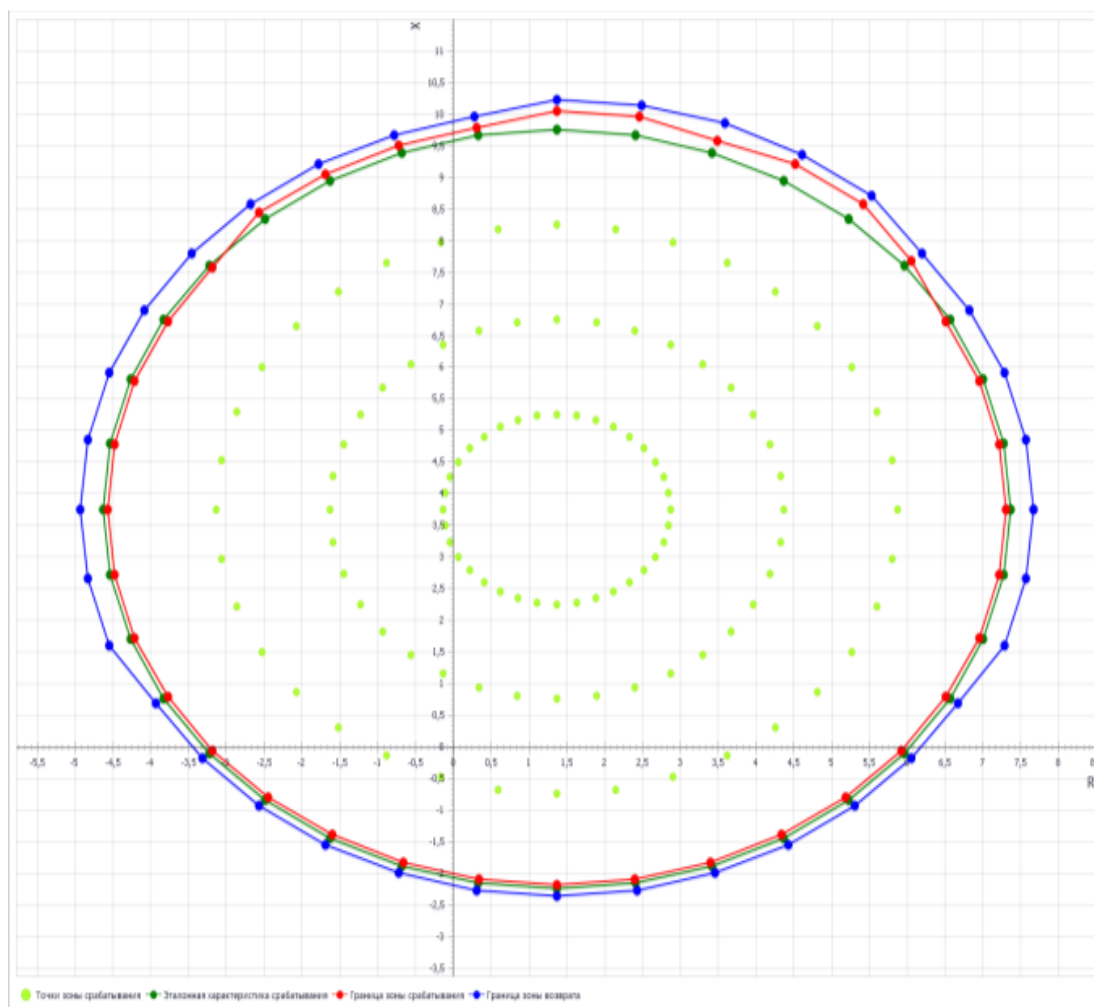

Рисунок 3.38 – Характеристика срабатывания и возврата ИО РС
- Рисунок с изображением характеристики срабатывания и возврата (Рисунок 3.38);